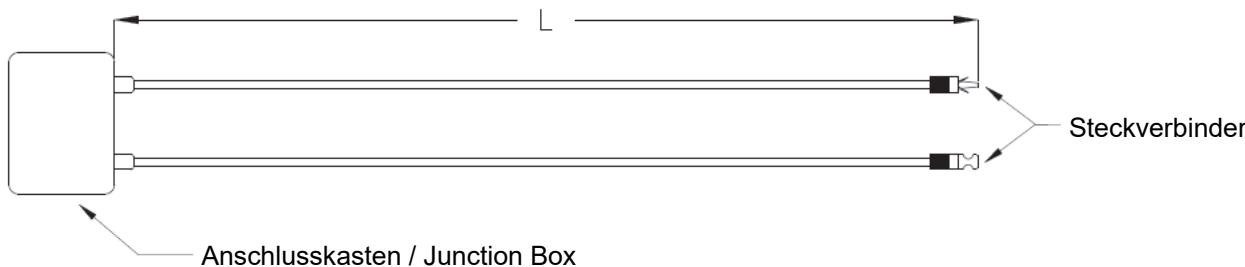

Abbildung 9: Anschlusskasten
- h) Das Kabel des Anschlusskastens ist mit dem Buchstaben L für die Länge gekennzeichnet (siehe Abbildung 9). Beim Jinko Standardmodul beträgt L 900/1.200 mm; zur Konfektionierung von Modulen kann L gemäß Ihren individuellen Anforderungen angepasst werden. Planen Sie die Verschaltung unter Berücksichtigung der verfügbaren Kabellänge.